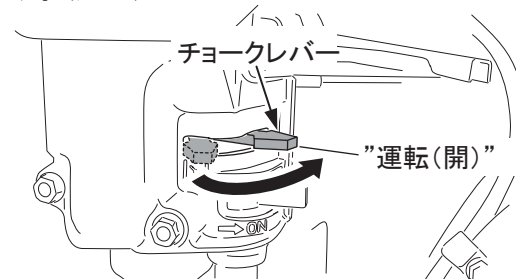

図 24
6. エンジン始動後にチョークレバーを開き(運転)ます。(図24)